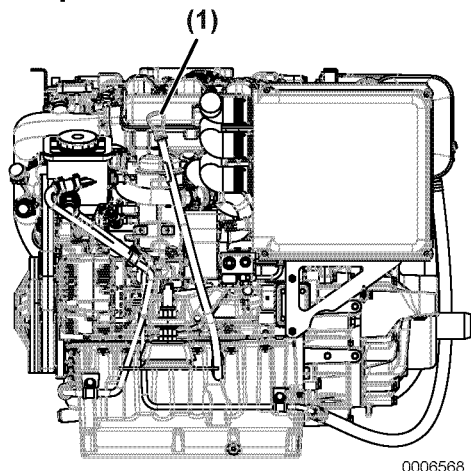

Figura 3
2. Extraiga la varilla de nivel de aceite (**Figura 3, (1)**) y límpiela con un trapo limpio.